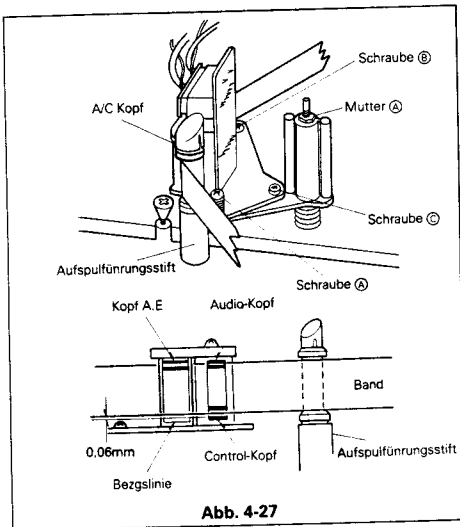

Abb. 4-27
- (1) Das Audio-Ausgangssignal oszillographieren und ein 6kHz-Audio-Signal wiedergeben.
- (2) Zur Einstellung die Mutter "A" so drehen, daß ein maximales Audio-Ausgangssignal mit den nachstehend angegebenen Werten erzeugt wird (Abb. 4-27).
- (3) Die Einstellschraube (C) für die Neigung so einstellen, daß das Band am unteren Teil des Aufspulnührungsstiftes ohne Knittern entsprechend Abb. 4-27 entlangläuft.